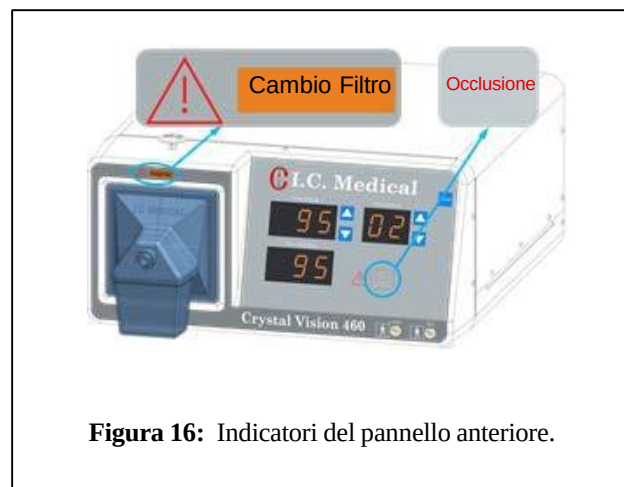

Figura 16: Indicatori del pannello anteriore.
8. L'indicatore del CAMBIO FILTRO si trova sopra il filtro stesso (Figura 16). Si illumina quando c'è un flusso ridotto nel CRYSTAL VISION®. Il filtro ULPA idrofobico **SAFEGUARD BLUE®** con Fluid Trap incorporata, dovrebbe essere cambiato quando la spia suddetta si accende. Non cercare di pulire o riutilizzare il filtro ULPA idrofobico **SAFEGUARD BLUE®** con Fluid Trap incorporata. Smaltire il filtro ULPA idrofobico **SAFEGUARD BLUE®** con Fluid Trap incorporata secondo i protocolli locali per lo smaltimento dei rifiuti biologici. L'indicatore si accende anche in caso di occlusione totale. Quando si accende anche l'indicatore OCCLUSIONE, assicurarsi di eliminare l'ostruzione che l'ha causata e successivamente controllare l'indicatore CAMBIO FILTRO.
9. L'OCCLUSIONE indica che il flusso nel CRYSTAL VISION® si è interrotto (Figura 16). A questo punto si accende anche la spia CAMBIO FILTRO. L'operatore deve controllare la presenza di tubature piegate, rubinetti chiusi, e insufflatori intasati, oltre che controllare la scadenza dei filtri larghi in uscita al carbonio di cocco e la presenza del filtro ULPA idrofobico **SAFEGUARD BLUE®** con Fluid Trap incorporato risultante completamente ostruito. Per evitare guasti, la pompa CRYSTAL VISION® non si attiva quando la spia è accesa.